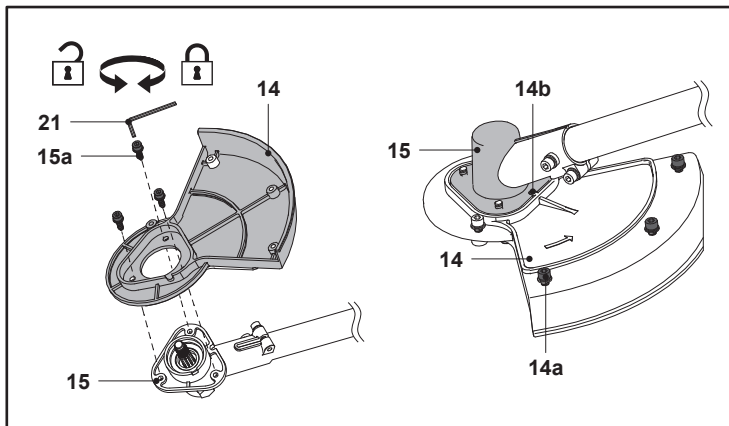

Fig. 4
4. Aligner le carter de coupe (14) sur le renvoi d'angle (15) (Fig. 4).
5. S'assurer que la goupille de guidage (14b) coïncide avec la fente du renvoi d'angle (15).
6. Fixer la protection avec les trois boulons (15a) à l'aide de l'outil multifonction (21).